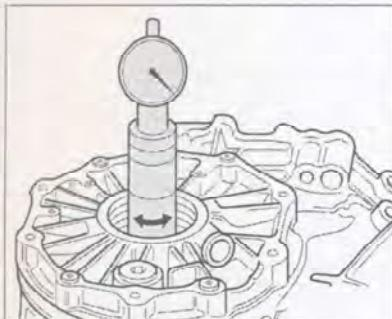

Рис. 7.302. Поворачивая измерительное приспособления, определите максимальное значение.
23. Поворачивая измерительное приспособление, определите максимальное значение (рис. 7.302). Изме-
29. Установите универсальное измерительное приспособление и измерьте размер r (рис. 7.302). При правильно подобранных регулировочных шайбах отклонение размера r от номинального не должно превышать ± 0.04 мм при отсчете против часовой стрелки («красный» числовой диапазон).